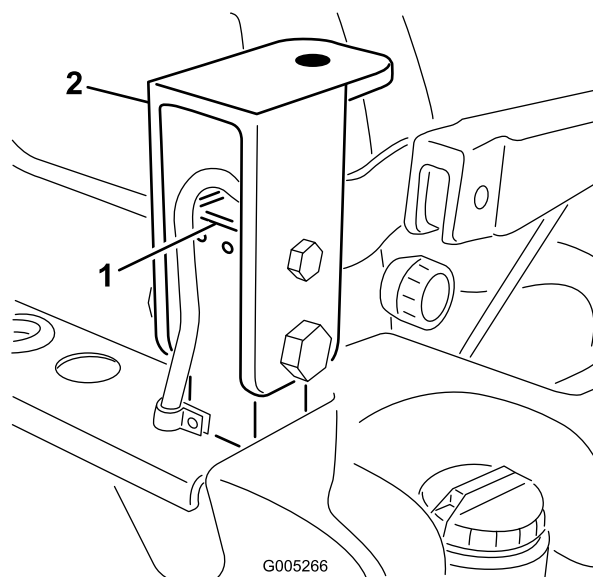

Рисунок 93
4. Прикрепите, не затягивая, монтажную опору кабины к каждой стойке конструкции ROPS с помощью 2 болтов (1/2 x 3 дюйма), двух гаек (1/2 дюйма), 2 болтов (3/4 x 3-1/2 дюйма) и двух гаек (3/4 дюйма) (Рисунок 93).